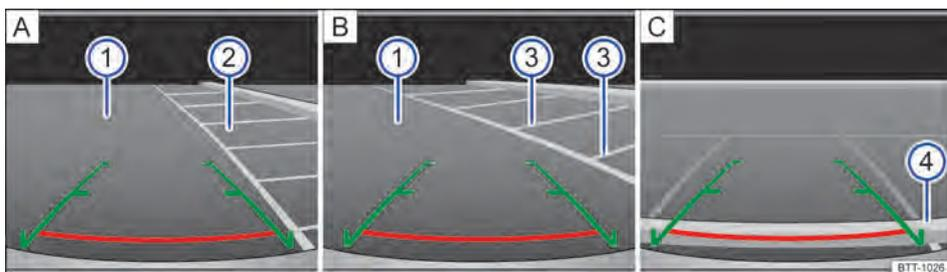

Fig. 147 Exibição do display do sistema Infotainment: entrar na vaga de estacionamento com a câmera de marcha a ré.
Legenda para a representação esquemática Fig. 147:
2.	Posicionar o veículo na frente da vaga de estacionamento ② ⇒ Fig. 147 A.
4.	Conduzir para trás devagar e manobrar de modo que as guias verdes laterais conduzam entre as linhas de delimitação da vaga de estacionamento selecionada ③. Observar a seguinte mensagem: Controlar a trajetória do veículo! ⇒ em Introdução ao tema na página 209!